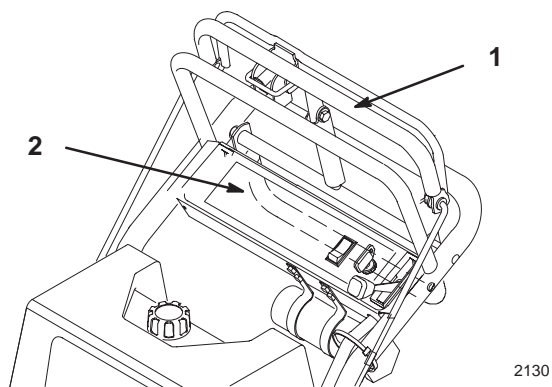

Abbildung 14
3. Den oberen Fahrtriebshebel langsam nach vorne schieben, um vorwärts zu fahren (Abb. 14).
Um geradeaus zu fahren, beide Seiten des oberen Fahrtriebshebels gleichmäßig drücken (Abb. 14).
Zum Richtungswechsel, die rechte Seite des Fahrtriebshebels ziehen, um nach rechts zu fahren, die linke Seite ziehen, um nach links zu fahren. (Abb. 14).
3. Langsam am unteren Fahrtriebshebel ziehen, um rückwärts zu fahren. (Abb. 14).
Um geradeaus zu fahren, gleichmäßigen Druck auf beide Seiten des unteren Fahrtriebshebels ausüben. (Abb. 14).
Zum Richtungswechsel, den Druck auf der Seite des Fahrtriebshebels wegnehmen, in die man abbiegen möchte (Abb. 14).